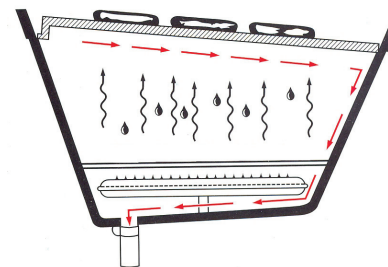

Fig. 10
**CUISSON:** Les grilles peuvent être utilisées ne niveau la position ou inclinée (Fig. 10). En préparant de la viande maigre, utiliser ne niveau la position. Les canaux concaves des grilles retiendra le jus de la nourriture, lubrifiera les grilles pour réduire la tendance à la nourriture de coller, et badigeonnera la nourriture. Pour de la nourriture qui émet beaucoup de jus, utiliser la position inclinée. Pour aider à la prévention des flambées, le jus en surplus coulera le long des canaux, et s'égouttera dans la coupe d'attrape graisse.